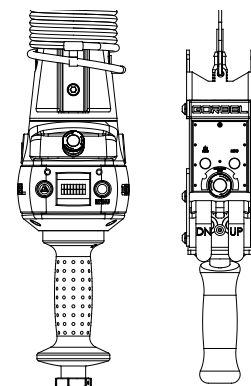

Figure 3. Poignée coulissante en ligne et poignée à tirant.
- 3) **Poignée (Figure 3)** : la poignée est la principale interface entre l'opérateur et le dispositif de levage. **Consulter la section Fonctionnalité du dispositif de levage (page 21) et la section Fonctions de l'interface des commandes (page 24) pour découvrir les fonctionnalités supplémentaires de la poignée.** La poignée coulissante Gorbels^{MD} peut recevoir un crochet de charge Gorbels^{MD} ou un outillage (fourni par des tiers). Tout outillage doit répondre aux directives définies par Gorbels, Inc (**consulter la section Directives pour l'intégration de l'outillage, page 3**). Une intégration inadéquate de l'outillage altèrera la performance et entraînera une défaillance prématurée du G-Force^{MD}.